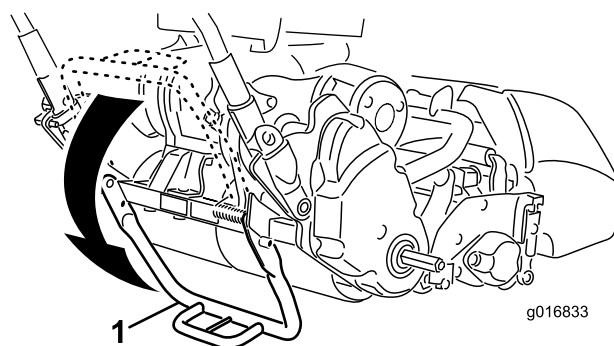

Рисунок 7
1. Нажмите на откидную ножку вниз ногой **в середине откидной ножки** и тяните за нижнюю среднюю ручку машины до поворота откидной ножки вокруг центральной части (Рисунок 7).